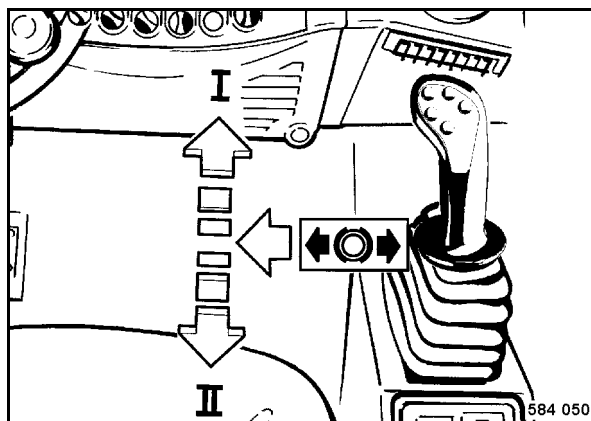

Fig. 60
- Desencajar la palanca de marcha (Fig. 60) hacia la izquierda de la posición de frenado.